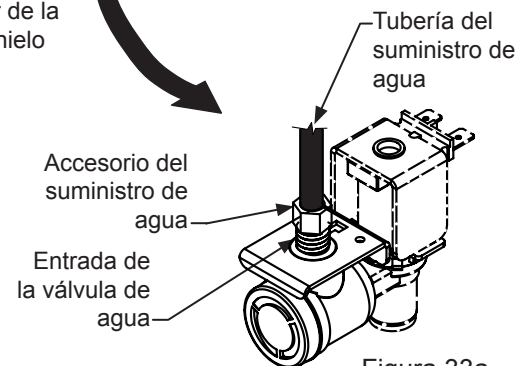
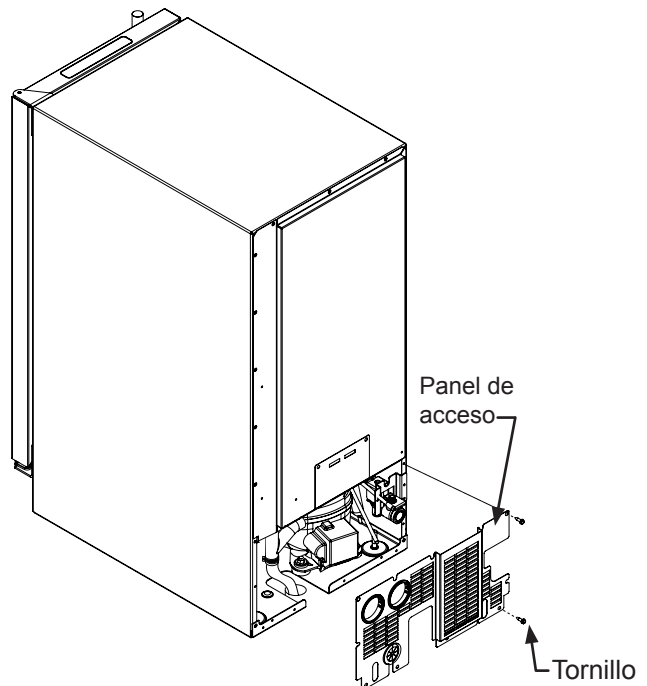

Figura 33a
Figura 34
2. Desconecte el accesorio de conexión del suministro de agua en la entrada de la válvula de agua (vea la Figura 33a).
3. Cambie el control electrónico al modo de limpieza (CLEAN) durante aproximadamente un (1) minuto. Esto energizará y abrirá la válvula de agua, y eliminará la mayor parte del agua de la válvula de agua y de la tubería de agua entre la salida de la válvula de agua y el depósito.
6. Desmonte la tapa de acceso de la parte posterior de la máquina de hielo (vea la Figura 34).